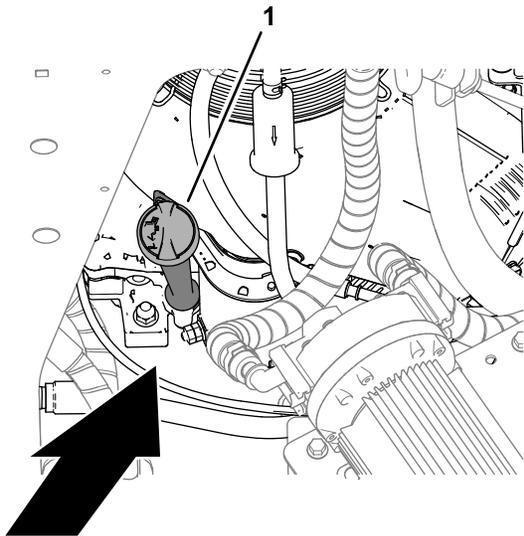

Figure 76
1. Sortez la jauge du goulot de remplissage du moteur et essuyez-la ainsi que le goulot de remplissage avec un chiffon propre (Figure 76).
3. Insérez la jauge dans le goulot de remplissage et vissez-la (Figure 76).
4. Sortez la jauge du goulot de remplissage et vérifiez le niveau de liquide qu'elle indique (Figure 76).